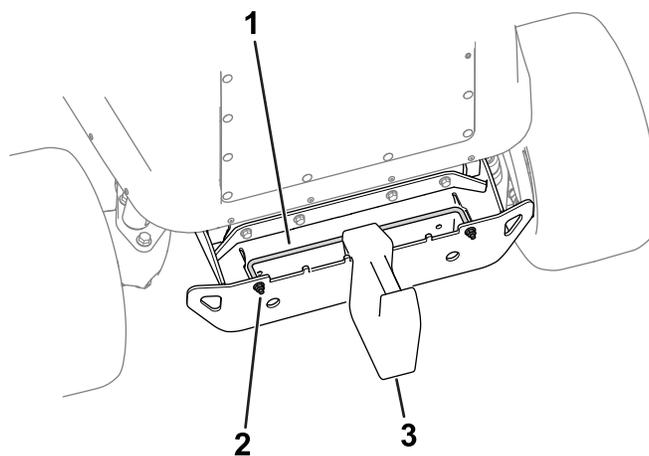

Figura 11
2. Rimuovete una zavorra e posizionate la zavorra rimanente al centro del paraurti, come mostrato nella Figura 11.